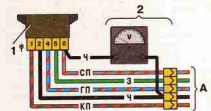

Рис. 9.49. Схема проверки блока управления: 1 – блок управления; 2 – переходный разъем с вольтметром; А – жгут проводов автомобиля
– подключите к блоку управления вольтметр с помощью специального переходного разъема 2 (рис. 9.49);